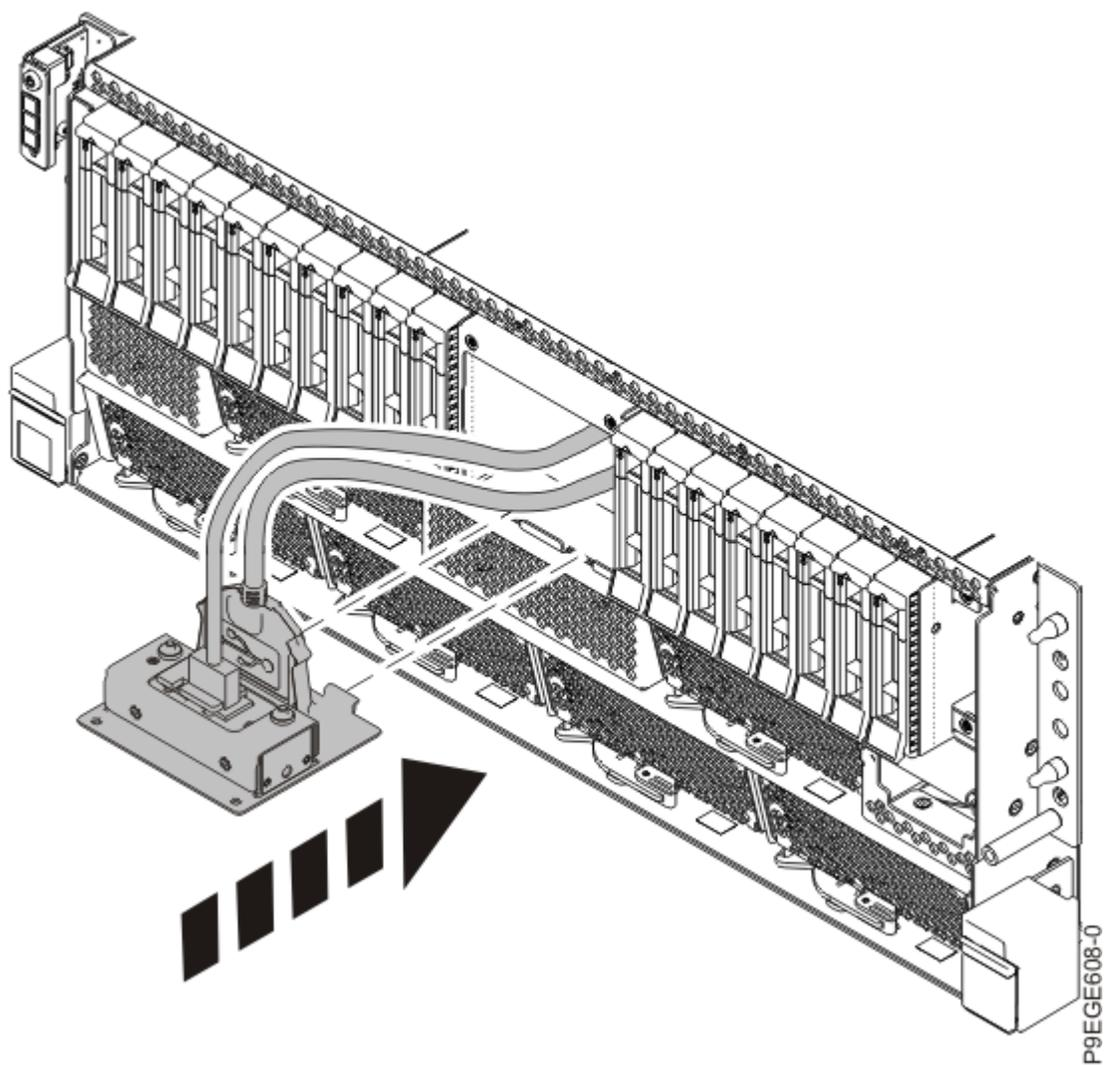
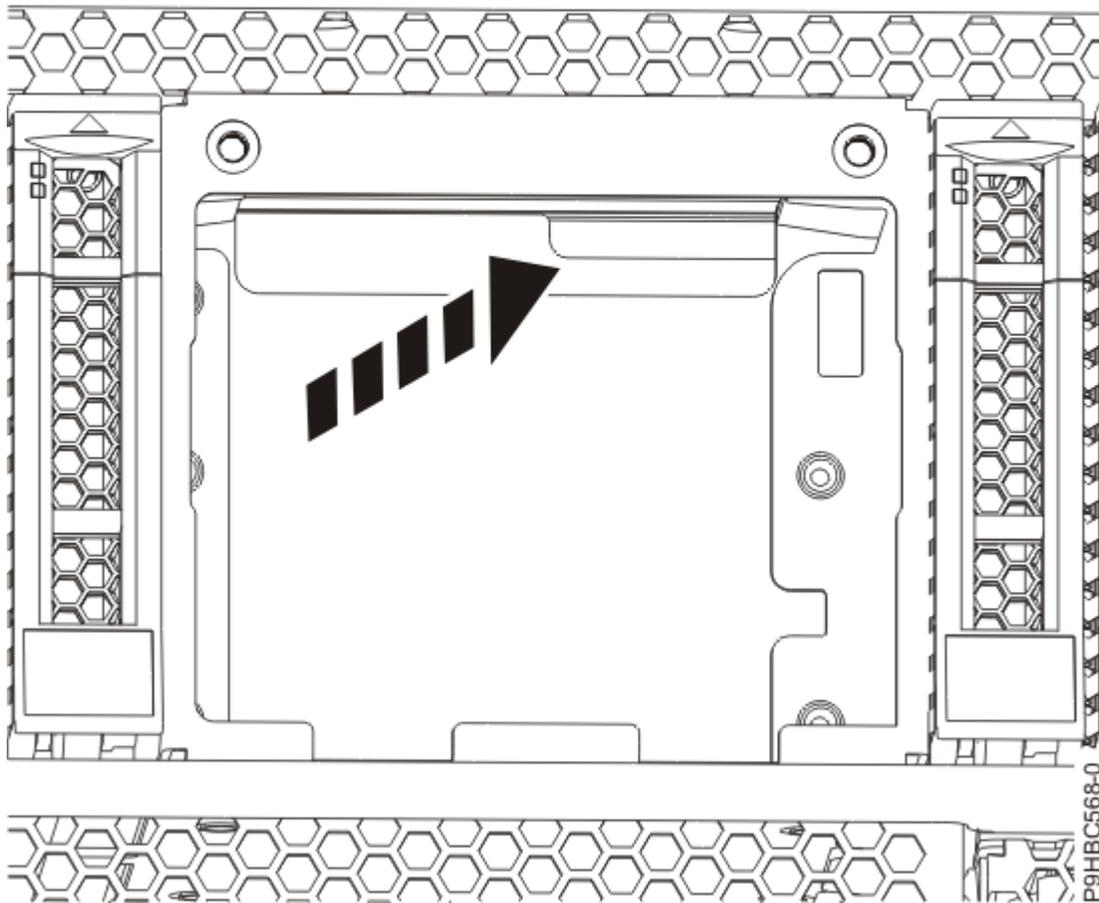
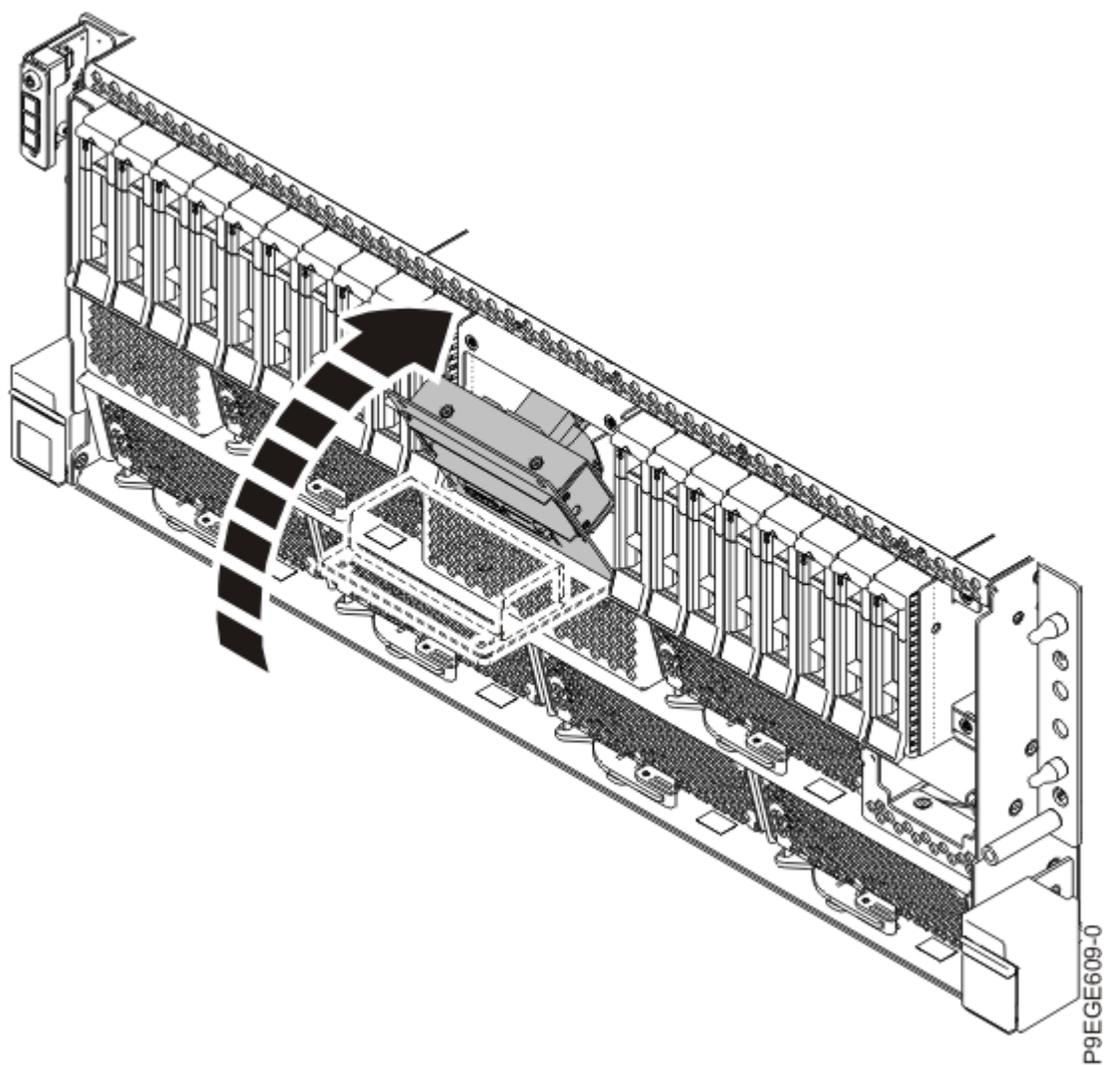
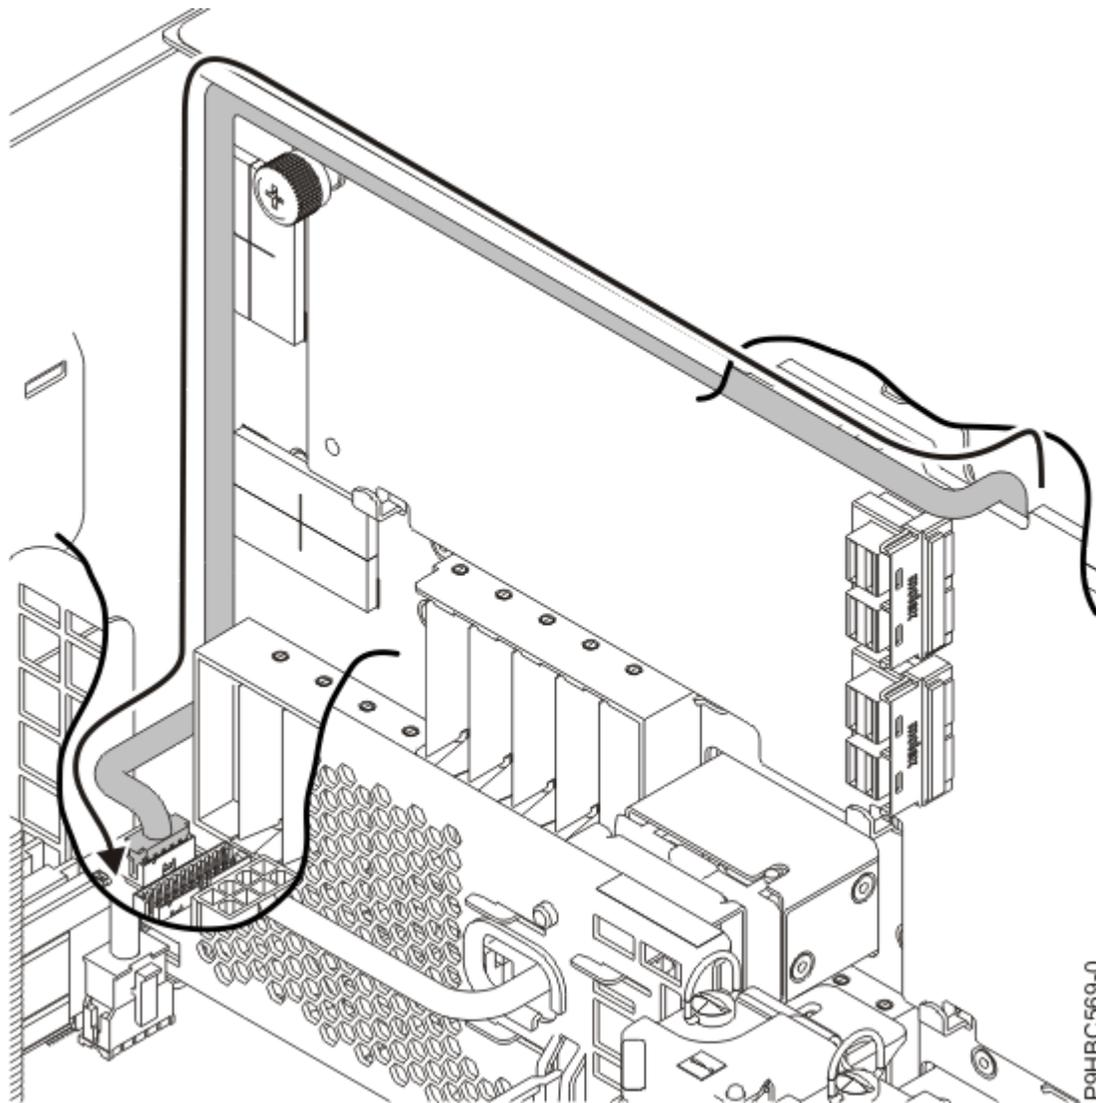

Figura 118. Inserir o cabo do ecrã do painel de controlo para um sistema montado em bastidor
Figura 119. Encaminhe o cabo por este orifício no chassis para um sistema montado em bastidor
Figura 120. Fechar o apoio do ecrã do painel de controlo para um sistema montado em bastidor
Figura 121. Caminho do cabo do ecrã do painel de controlo para um sistema montado em bastidor
3. Para um sistema montado em bastidor, insira o cabo do ecrã do painel de controlo no sistema conforme apresentado em Figura 118 na página 125, Figura 119 na página 126, Figura 120 na página 127 e Figura 121 na página 128.